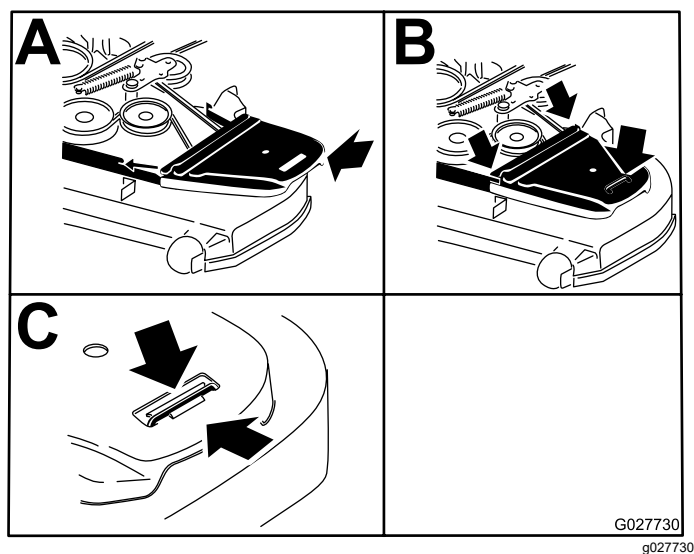

Figura 87
12. Instale las cubiertas de la correa (Figura 87).